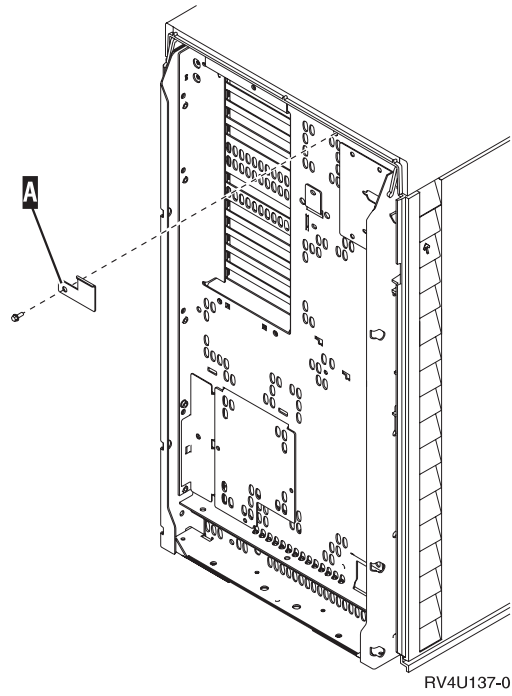

Abbildung 28. Sperre der oberen Abdeckung entfernen
- ___ 4. Entfernen Sie die obere Abdeckung der Systemeinheit (siehe Abb. 28 auf Seite 31), indem Sie wie folgt vorgehen: